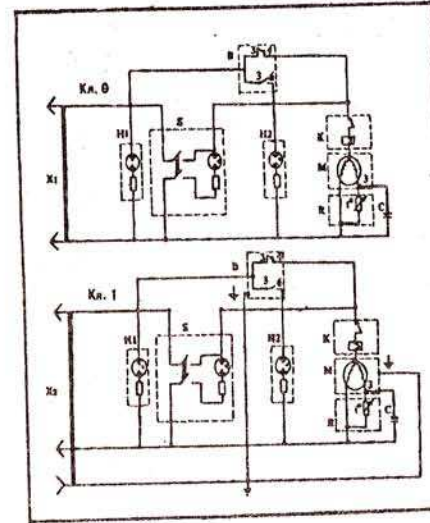

Рис.2. Принципиальная электрическая схема морозильника:
4.1. Морозильник выполнен по степени защиты от поражения электрическим током класса 1 или 0 (по требованию заказчика). Принципиальная электрическая схема приведена на рис.2.